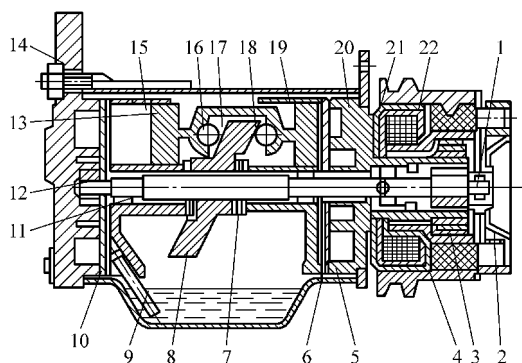

图 7-13 回转斜盘活塞压缩机结构
1) 结构。回转斜盘式压缩机的结构如图 7-13 所示,它主要由气缸、前缸盖、后缸盖、